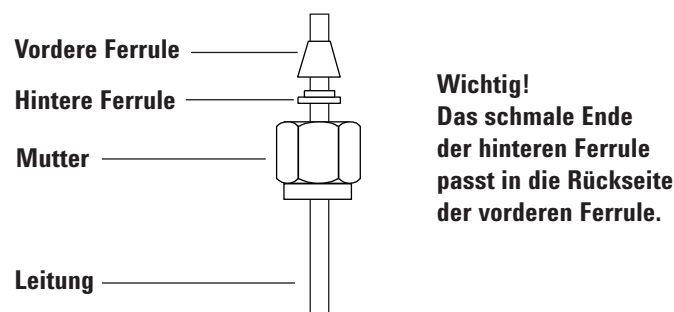

Abbildung 14. Swagelok-Muttern und Ferrulen
- 1 Bringen Sie Swagelok-Mutter, hintere und vordere Ferrule wie in **Abbildung 14** gezeigt auf der Leitung an.